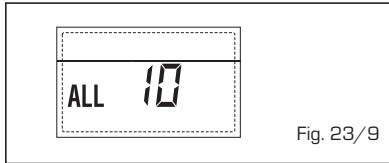

Fig. 23/9
- **INTERVENCIÓN SONDA HUMOS "ALL 13"** (fig. 23/10)